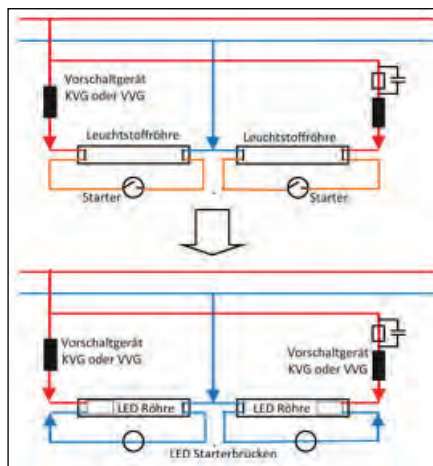

Bild 2
- herkömmliche Leuchtstoffröhre mit Tandemschaltung (2 Röhren, 2 Starter, 1 konventionelles Vorschaltgerät) (Bild 2)